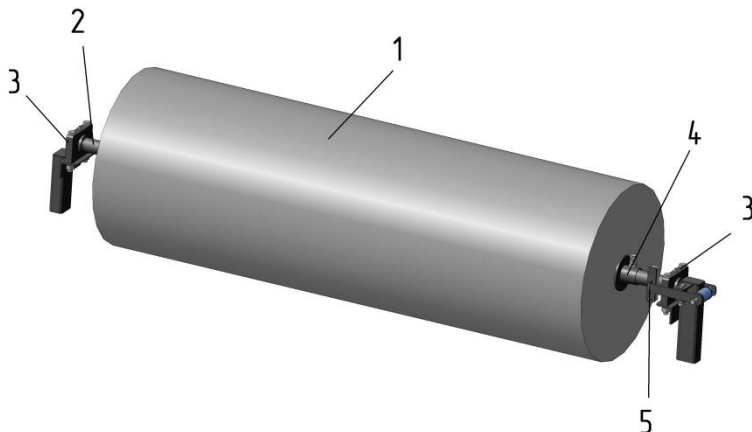

Рисунок 5 – Вал основной в сборе
3.5 Вал основной (рисунок 5) состоит из вала 2, вращающегося в опорах 3, двух фиксаторов 4, служащих для предотвращения продольного перемещения укрывного материала и тормозного механизма, гасящего чрезмерно высокие обороты вала.